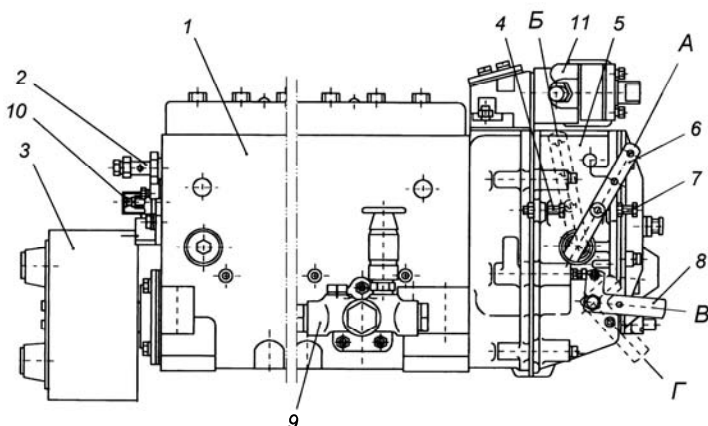
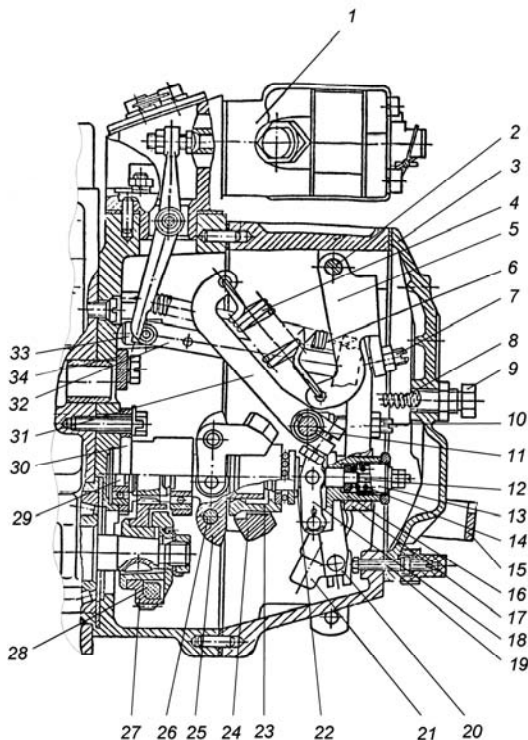

Рис. 20. Топливный насос высокого давления:
Рис. 22. Регулятор частоты вращения:
Далее через каналы в блоке часть масла через втулку (дроссель с калиброванным отверстием) поступает к форсункам охлаждения поршней и затем сливается в картер. Другая часть поступает в масляный фильтр (рис. 20). В корпусе фильтра установлен перепускной клапан. Когда разность давлений до и после фильтра достигает 200...250 кПа ( $2,0 \dots 2,5$  кгс/см2), клапан открывается и часть неочищенного масла подается непосредственно в масляную магистраль. К моменту начала открытия перепускного клапана произойдет замыкание подвижного и неподвижного контактов сигнализатора. В этот момент в кабине водителя загорается сигнальная лампочка, соединенная с клеммой сигнализатора. Такое повышение давления может произойти тогда, когда засорен элемент фильтра или масло имеет большую вязкость (например, при пуске двигателя в холодное время года).
Топливный насос в сборе показан на рис. 20. С топливным насосом высокого давления в одном агрегате объединены регулятор частоты вращения 5, топливоподкачивающий насос 9 и демпферная муфта.
Связь секций с регулятором частоты вращения насоса осуществляется через рейку. Рейка топливного насоса перемещается в направляющих втулках, запрессованных в корпусе насоса. На выступающем из насоса конце рейки имеется болт 10 (рис. 20), которым она упирается в защитный колпачок при положении рейки перед пуском двигателя. При вывертывании болта из рейки пусковая подача уменьшается.
Регулятор частоты вращения 5 (рис. 20) механический всережимный прямого действия с повышающей передачей на привод грузов, предназначен для поддержания заданного водителем скоростного режима работы двигателя путем автоматического изменения количества подаваемого топлива в зависимости от изменения нагрузки на двигатель. Кроме того, регулятор ограничивает максимальную частоту вращения двигателя и обеспечивает работу двигателя в режиме холостого хода. Регулятор имеет устройство для выключения подачи топлива в любой момент независимо от режима работы двигателя. Автоматически поддерживая скоростной режим при изменяющихся нагрузках, регулятор обеспечивает экономичную работу двигателя. Устройство регулятора частоты вращения показано на рис. 22.
На валик напрессована державка грузов 25 (рис. 22), на осях 26 которой находятся грузы 24. Грузы своими роликами упираются в торец муфты 23, которая через упорный подшипник
Муфта 23 с упорной пятой 22 в сборе одним концом опирается на направляющую поверхность державки, а за второй конец подвешена на рычаге 18 отрицательного корректора, закрепленном на втулке 16 отрицательного корректора. Пята муфты грузов связана через узел отрицательного корректора с рычагом рейки 20 и через тягу 32 с рейкой топливного насоса. К верхней части рычага рейки присоединена пружина 6 рычага рейки, удерживающая рейку насоса в положении, соответствующем максимальной подаче, что обеспечивает увеличенную подачу топлива при пуске двигателя. В нижнюю часть рычага рейки запрессован палец, который входит в отверстие ползуна кулисы 21. Вал 11 рычага регулятора жестко связан с рычагом управления 6 (рис. 20) и рычагом пружины 31 (рис. 22). Перемещение рычага управления регулятором ограничивается двумя болтами 4 и 7 (рис. 20). За рычаг пружины 31 (коротким зацепом) (рис. 22) и двуплечий рычаг 5 (длинным зацепом) зацеплена пружина регулятора 4, усилие которой передается с двуплечего рычага на рычаг регулятора через винт - 7 двуплечего рычага. В рычаг регулятора ввернут регулировочный болт 10, который упирается в вал рычага пружины и служит для регулировки номинальной подачи топлива. В нижней части рычага регулятора расположено корректирующее устройство (12,13,14,16,18) с отрицательным корректором, предназначенного для формирования внешней скоростной характеристики ТНВД и крутящего момента двигателя. Рычаг регулятора снабжен боковой накладкой, удерживающей втулку 16 обратного корректора и упорную пяту 22 от проворота. Кроме того, хвостовик болта крепления боковой накладки, входя в боковой продольный паз втулки предохраняет ее от выпадания из расточки рычага. Упор 34, закрепленный на корпусе регулятора, не позволяет рычагу пружины 31 опасно приближаться к вращающимся грузам. Для полного выключения подачи топлива служит механизм останова, состоящий из кулисы 21, скобы 15 и возвратной пружины. Во время работы кулиса прижата усилием возвратной пружины к регулировочному винту 19.
- 1 Минимальная частота вращения холостого хода регулируется болтом 7 (рис. 20) и корпусом буферной пружины 9 (рис. 22);
- 2 Максимальная частота вращения холостого хода (начало выброса рейки) регулируется болтом 4 (рис. 20).
- 3 Номинальная мощность (подача) регулируется болтом 10, подрегулируется винтом 19 (рис. 22).
- 4 Предварительное натяжение пружины (разность оборотов конца и начала выброса рейки) регулируется винтом 7 (рис. 22).
- 5 Подача топлива при  $500 \text{ мин}^{-1}$  регулируется гайкой обратного корректора 12 (рис. 22):
- 6 Предварительное натяжение пружины обратного корректора (обороты начала срабатывания корректора) регулируется корпусом корректора 13 (рис. 22).
Топливоподкачивающий насос 9 (рис. 20) – поршневого типа предназначен для подачи топлива из топливного бака через фильтры грубой и тонкой очистки к топливному насосу высокого давления. Производительность топливоподкачивающего насоса в 3...4 раза превышает производительность топливного насоса высокого давления, что гарантирует стабильность процесса топливоподачи от цикла к циклу.